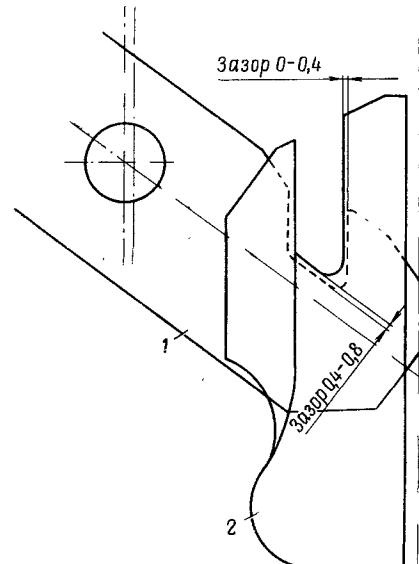

Рис. 55. Регулировка положения ушкового болта (крюка) подъемника шасси:
г) поставить рукоятку крана управления шасси в положение «На выпуск», создать ручным насосом давление и проверить правильность положения крюка 15 (1) в направляющей защелки замка шасси 2 (рис. 55);